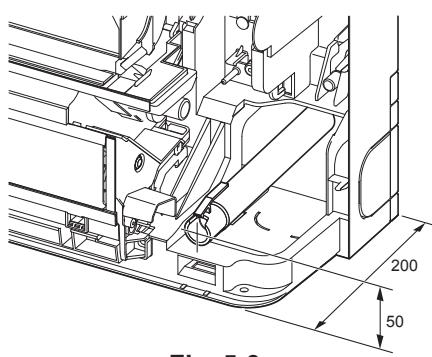

Fig. 5-3
- Bei Verlegen des Ablassrohrs sicherstellen, dass der Ablassschlauch wie abgebildet verlegt wird. (Fig. 5-3)